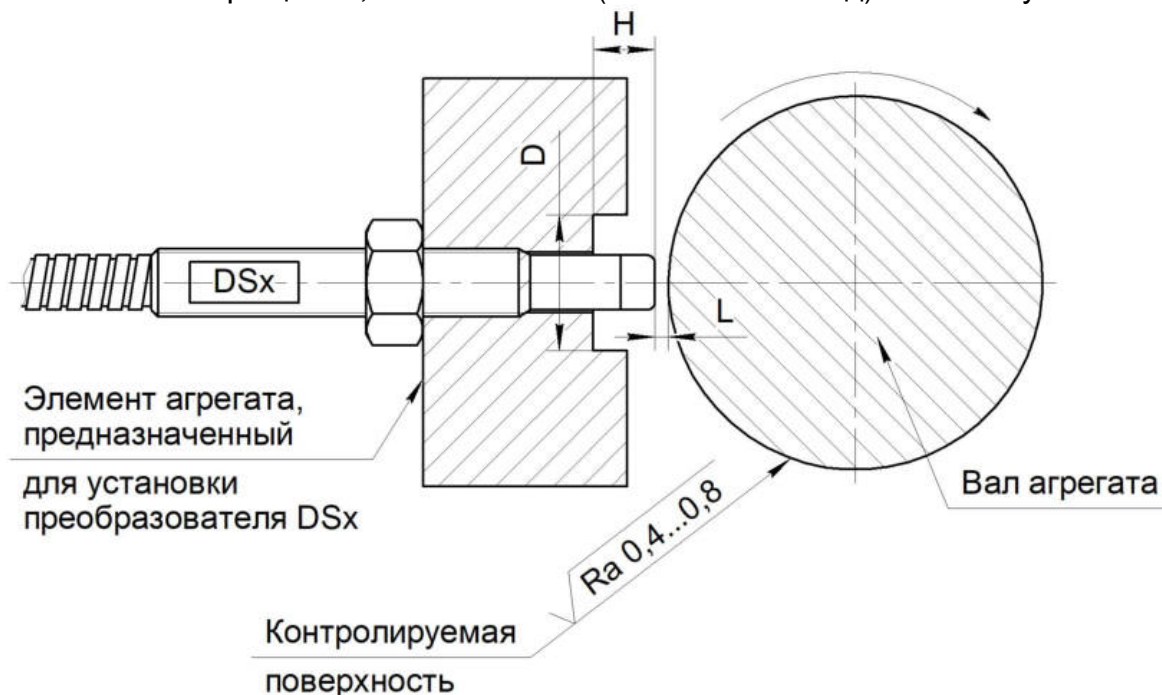

Рисунок 1. Установка датчика для измерения Размаха виброперемещения.
- Размах виброперемещения – см. Рисунок 1.